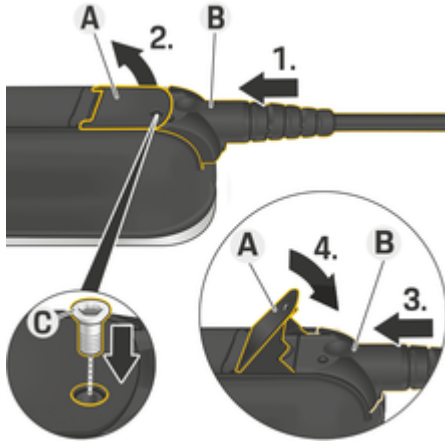

Abb. 16: Kabel befestigen und Stecker fixieren
✓ Hebel **A** (Abb. 16) ist geschlossen.
1. Stecker **B** (Abb. 16) bis zum ersten Widerstand in die Bedieneinheit einschieben.
2. Hebel **A** (Abb. 16) anheben.
3. Stecker **B** (Abb. 16) vollständig einschieben.
4. Hebel **A** (Abb. 16) schließen.
5. Stecker **B** (Abb. 16) mit der Schraube **C** (Abb. 16) an der Bedieneinheit festschrauben.